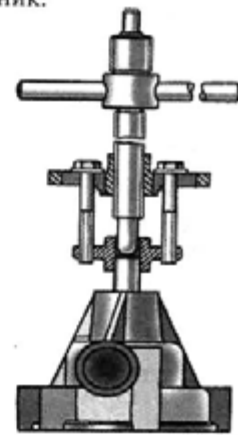

Рис. 4.1.74. Снятие ступицы шкива водяного насоса
- снять съемником ступицу (рис. 4.1.74);